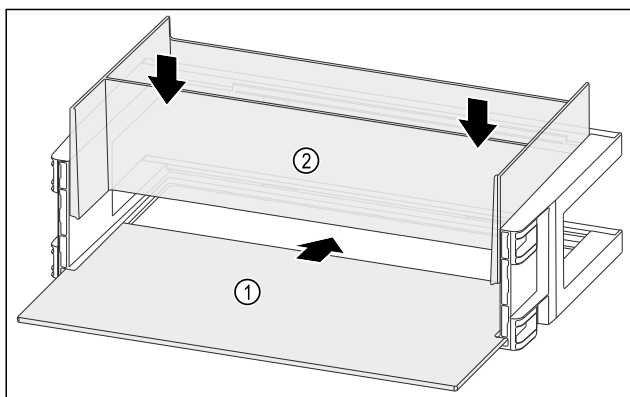

Fig. 135
- Umetnite policu Fig. 135 (1) u bočna udubljenja.
- Umetnite organizator Fig. 135 (2).